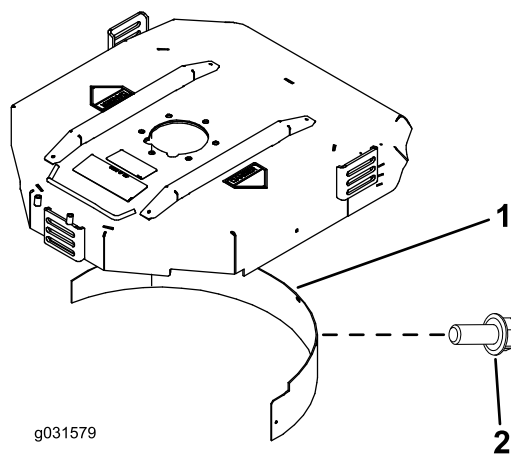

Рисунок 21
2. Установите дефлектор для мульчирования в отверстие задней стенки и закрепите его пятью болтами с фланцевой головкой (Рисунок 21).